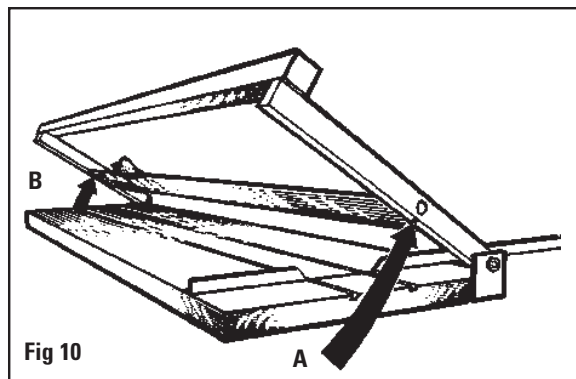

Fig 10
2. Desserrez les vis A et B des bras de support inférieurs (Fig. 10).
2. Lösen Sie die Schrauben A und B in der Unterseite der Stützarme. Abb. 10
2. Afloje los tornillos A y B de los brazos de apoyo de la parte baja. Fig. 10
2. Allentare le viti A e B dai bracci di sostegno inferiori. Fig. 10